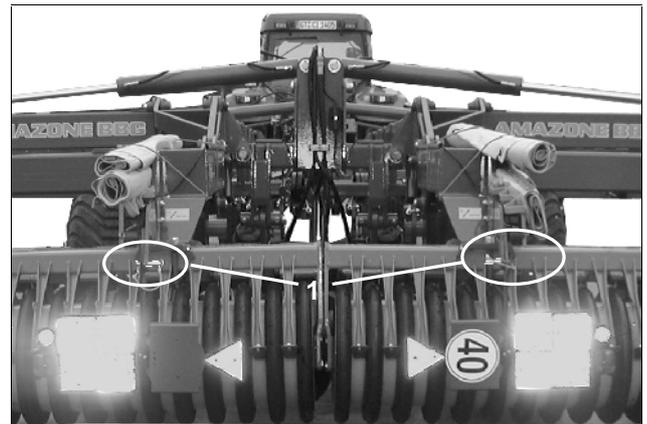

Fig. 38
- Beleuchtung (Fig. 38) in Transportstellung herunterschwenken, mit Bolzen (Fig. 38/1) abstecken und sichern.